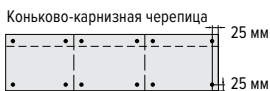
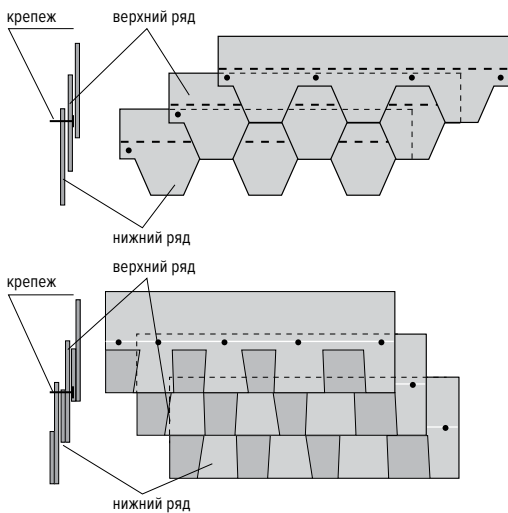

Рис. 25
Рис. 26
Правильное расположение гвоздей и их количество для каждой формы гибкой черепицы указано на рис. 25.
**ВНИМАНИЕ!** В форме нарезки «драконий зуб» гвоздь одновременно должен крепить место нахлеста двух составных частей черепицы (Рис. 26). Для ориентира завод-производитель наносит специальную монтажную линию на лицевую поверхность черепицы (Рис. 25). По месту монтажа следует убедиться, что данное условие выполняется. Для монтажа коллекций Континент и Атлантика следует применять гвозди длиной 45 мм.